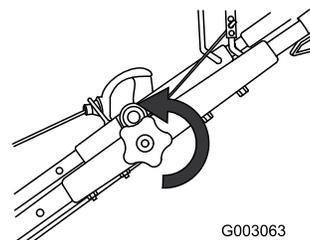

Figure 44
2. Desserrez le bouton de la partie supérieure du guidon (Figure 44).